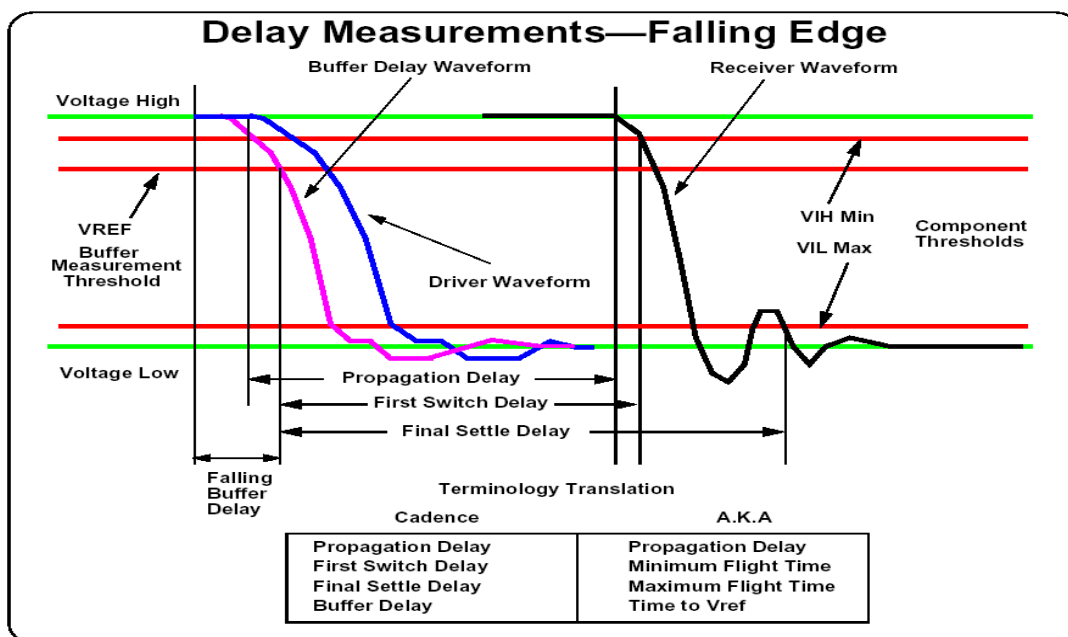

图 3-16 延迟测量参数（下降沿）
- **SettleDelayFall**: 如图 3-16 所示。它是从 **BufferDelay** 下降沿的 **Vmeas** 点开始到接收波形下降曲线最后一次穿过低电平阈值时的延时值。
- **SwitchDelayFall**: 如图 3-16 所示。它是从 **BufferDelay** 下降沿的 **Vmeas** 点开始到接收波形下降曲线第一次穿过高电平阈值时的延时值。